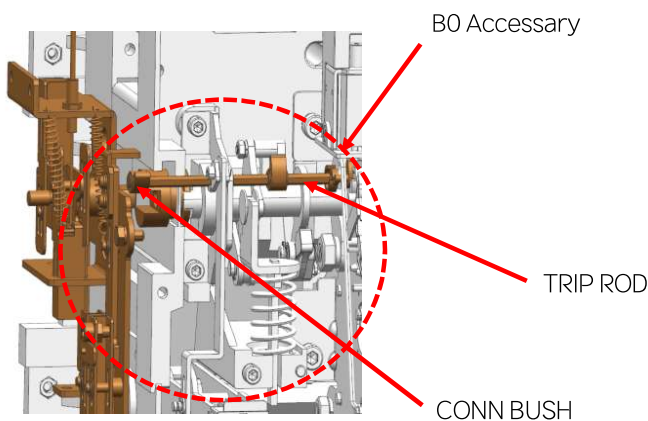

FIG2
2. 두 대 또는 세 대의 제품을 연동하는 M/I는 본체 내부에 ON/OFF 시 Interlock과 연계되는 부품(B0)이 추가되어야 합니다. [FIG 2]
2. A part(B0) which linked to interlock in ON/OFF time should be installed inside main body when M/I interlocking over two or three breakers. [FIG 2]